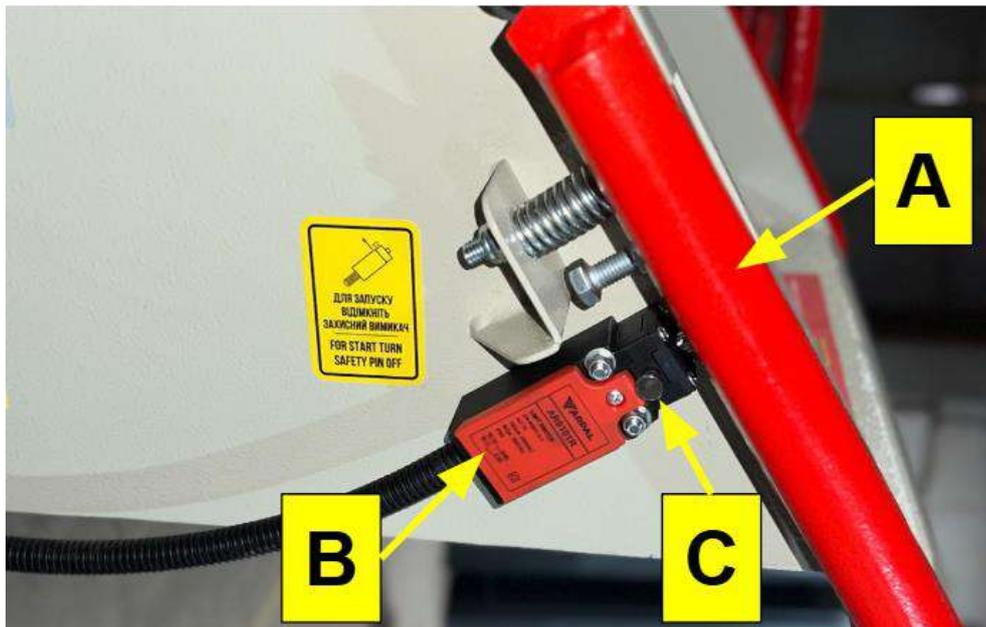

Рисунок 27. Кінцевий вимикач
У випадку виникнення аварійної ситуації, виконайте аварійну зупинку подрібнювача. На вхідному бункері подрібнювача гілок встановлена ручка безпеки ("А" Рис. 27). Натискання на ручку активує кінцевий вимикач ("В" Рис.27), який здійснює автоматичне вимкнення двигуна та зупинку механізмів подрібнювача.
3. Відтягніть фіксатор на кінцевому вимикачі ("С" Рис. 27) в початкове положення;